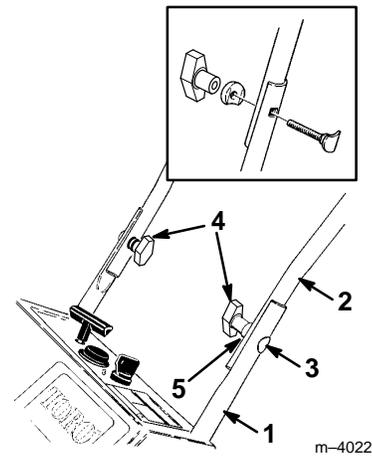

Abbildung 3
- Die Enden des oberen Griffs an der Innenseite der unteren Griffe positionieren und die Löcher ausrichten (Abb. 3). Sicherstellen, daß der Griffbügel so positioniert wird, daß sich der Antriebshebel an der Oberseite des Griffbügels befindet.
- Den oberen Griff mit Linsenschrauben, Spannscheiben und Knöpfen am unteren Griff befestigen (Abb. 3).
Hinweis: Darauf achten, daß die Linsenschrauben und die Spannscheiben richtig ausgerichtet werden (siehe Kasten in Abb. 3).